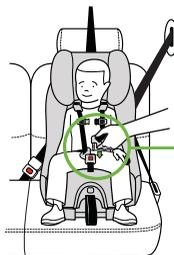

Figure 127
- Insérez les languettes de la boucle dans la boucle, une à la fois, tel qu'illustré dans la **Figure 127**. Un déclic devrait se faire entendre.